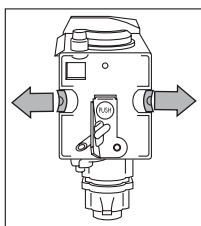

Fig. 44
- ▶ După intrare, verificați dacă ies cele două butoane roșii, altfel ușa de serviciu nu poate fi închisă (Fig. 44).